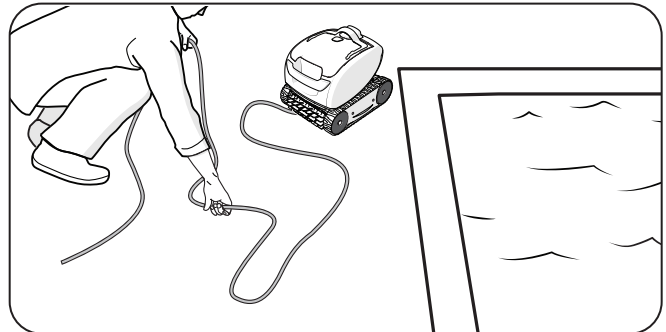

Figura 13. Desenredar el cable flotante
- A partir del cabezal del limpiador, elimine los enrollados y las torceduras del cable flotante. Tienda el cable al sol para que pierda marcas de enredos y torceduras (Figura 13).